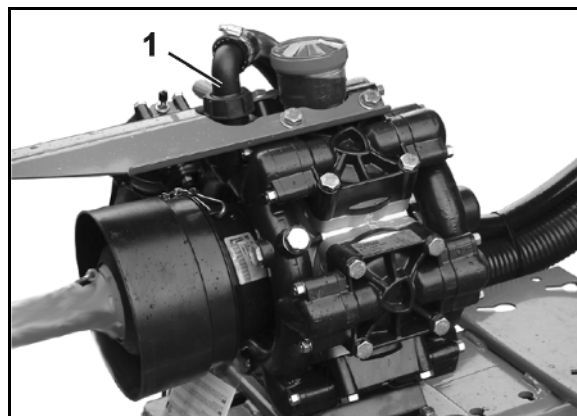

Fig. 157
10. Smontare il tubo di pressione (Fig. 157/1) della pompa, così da far fuoriuscire l'acqua residua dal tubo di pressione e dal lato mandata **B** del rubinetto di commutazione VARIO.